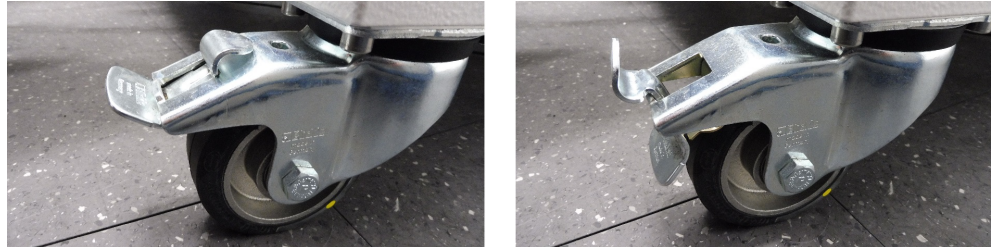

Bild 5-1: Laufrolle mit Rollenbremse
4. Wenn die Schirmkammer nicht mehr bewegt werden soll, blockieren Sie die Laufrollen, um eine unbeabsichtigte Bewegung zu verhindern. Siehe Bild 5-1.
3. Lösen Sie die Rollenbremsen der Schirmkammer. Siehe Bild 5-1.
5. Aktivieren Sie die Rollenbremsen der vorderen Laufrollen. Siehe Bild 5-1.